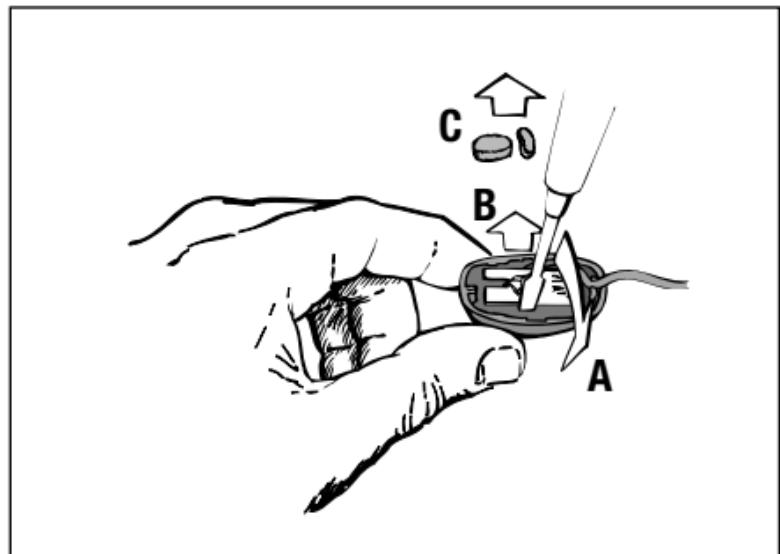

Fig. 9
2. Levantar el tablero de circuito impreso, al que está soldada la cápsula de transductor, desprendiéndolo cuidadosamente con un destornillador del encaje tal como se indica en fig. 9 . Sacar el tablero de circuito impreso.